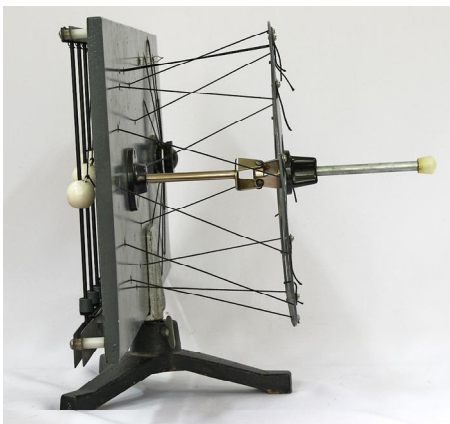
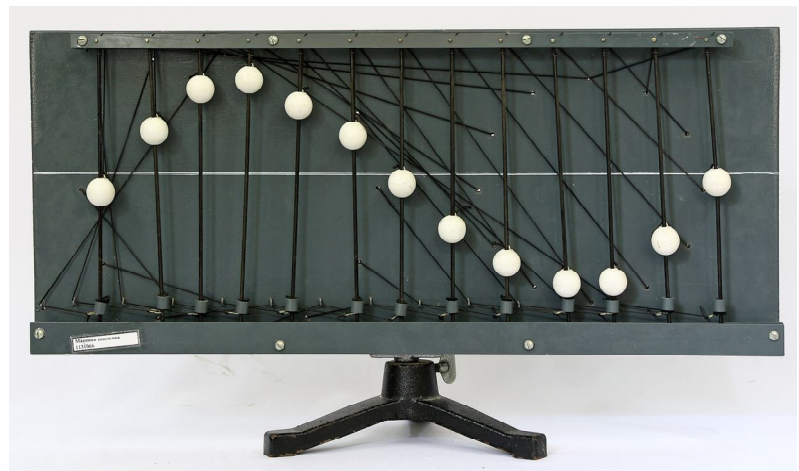

Рис. 3
Рис. 4
1. Для демонстрування поперечних хвиль диск хвильової машини встановіть так, як показано на рис. 3. Для цього стержень *a* з шарніром вкрутіть в металеве гніздо *b*, що прикріплене до щитка. Диск відтягніть від щитка і насадіть центральним отвором на гвинт шарніра, на який накрутіть рукоятку *б*. При такому положенні диска всі кульки піднімуться на рівень білої лінії, що проведена на лицьовій стороні щитка. Рукоятку *б* обертайте так, щоб вона описувала бічну поверхню конуса. Рух кульок буде моделювати процес поширення поперечної хвилі (рис. 4).